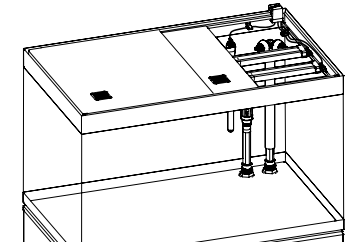

Afb. 10
1. Plaats de elektrische kabelhaken (D) op de meest geschikte plaats door ze in de onderste geleider van beide rails te schuiven (afb. 10) en haal de kabels uit het aquarium.
2. Breng de randkabelgeleider (E) over het glas van het aquarium aan.